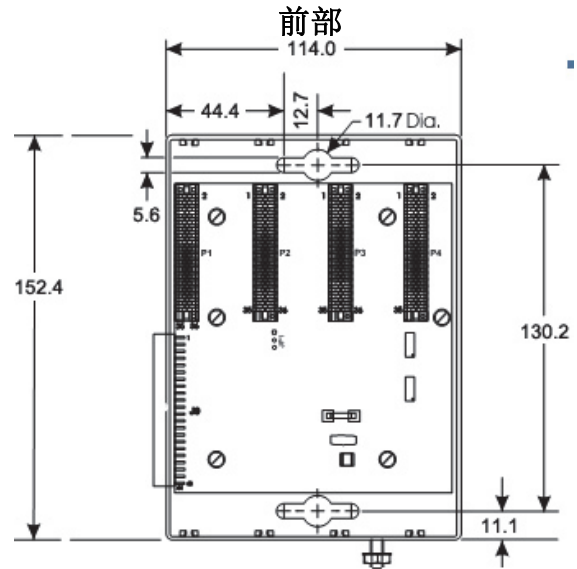

图3. ControlWave Micro 4 槽扩展壳体尺寸（以毫米为单位）
- **扩展壳体。** 将扩展壳体放置在基本壳体的右侧，使用扩展壳体作为模板定位安装孔（尺寸请参见图3）。